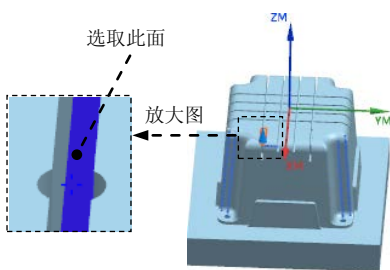

图 20.54 定义参照面
Step3. 在“创建边界”对话框 **平面** 下拉列表中选择 **用户定义** 选项，系统弹出“平面”对话框，选取图 20.54 所示的平面为参照，然后单击 **确定** 按钮，在 **材料侧** 下拉列表中选择 **外部** 选项，系统返回“创建边界”对话框。